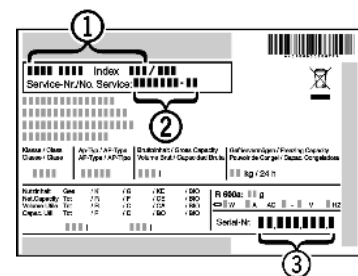

Fig. 36
- ▶ Считать обозначение устройства Fig. 36 (1), сервисный номер Fig. 36 (2) и серийный номер Fig. 36 (3) с заводской таблички. Заводская табличка находится внутри устройства слева.